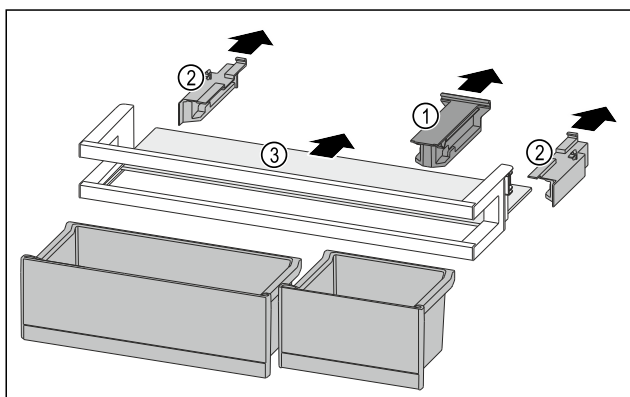

Fig. 85
- Desprindeți piesa de susținere Fig. 85 (1).
- Desprindeți piesele laterale Fig. 85 (2).
- Extrageți raftul Fig. 85 (3).